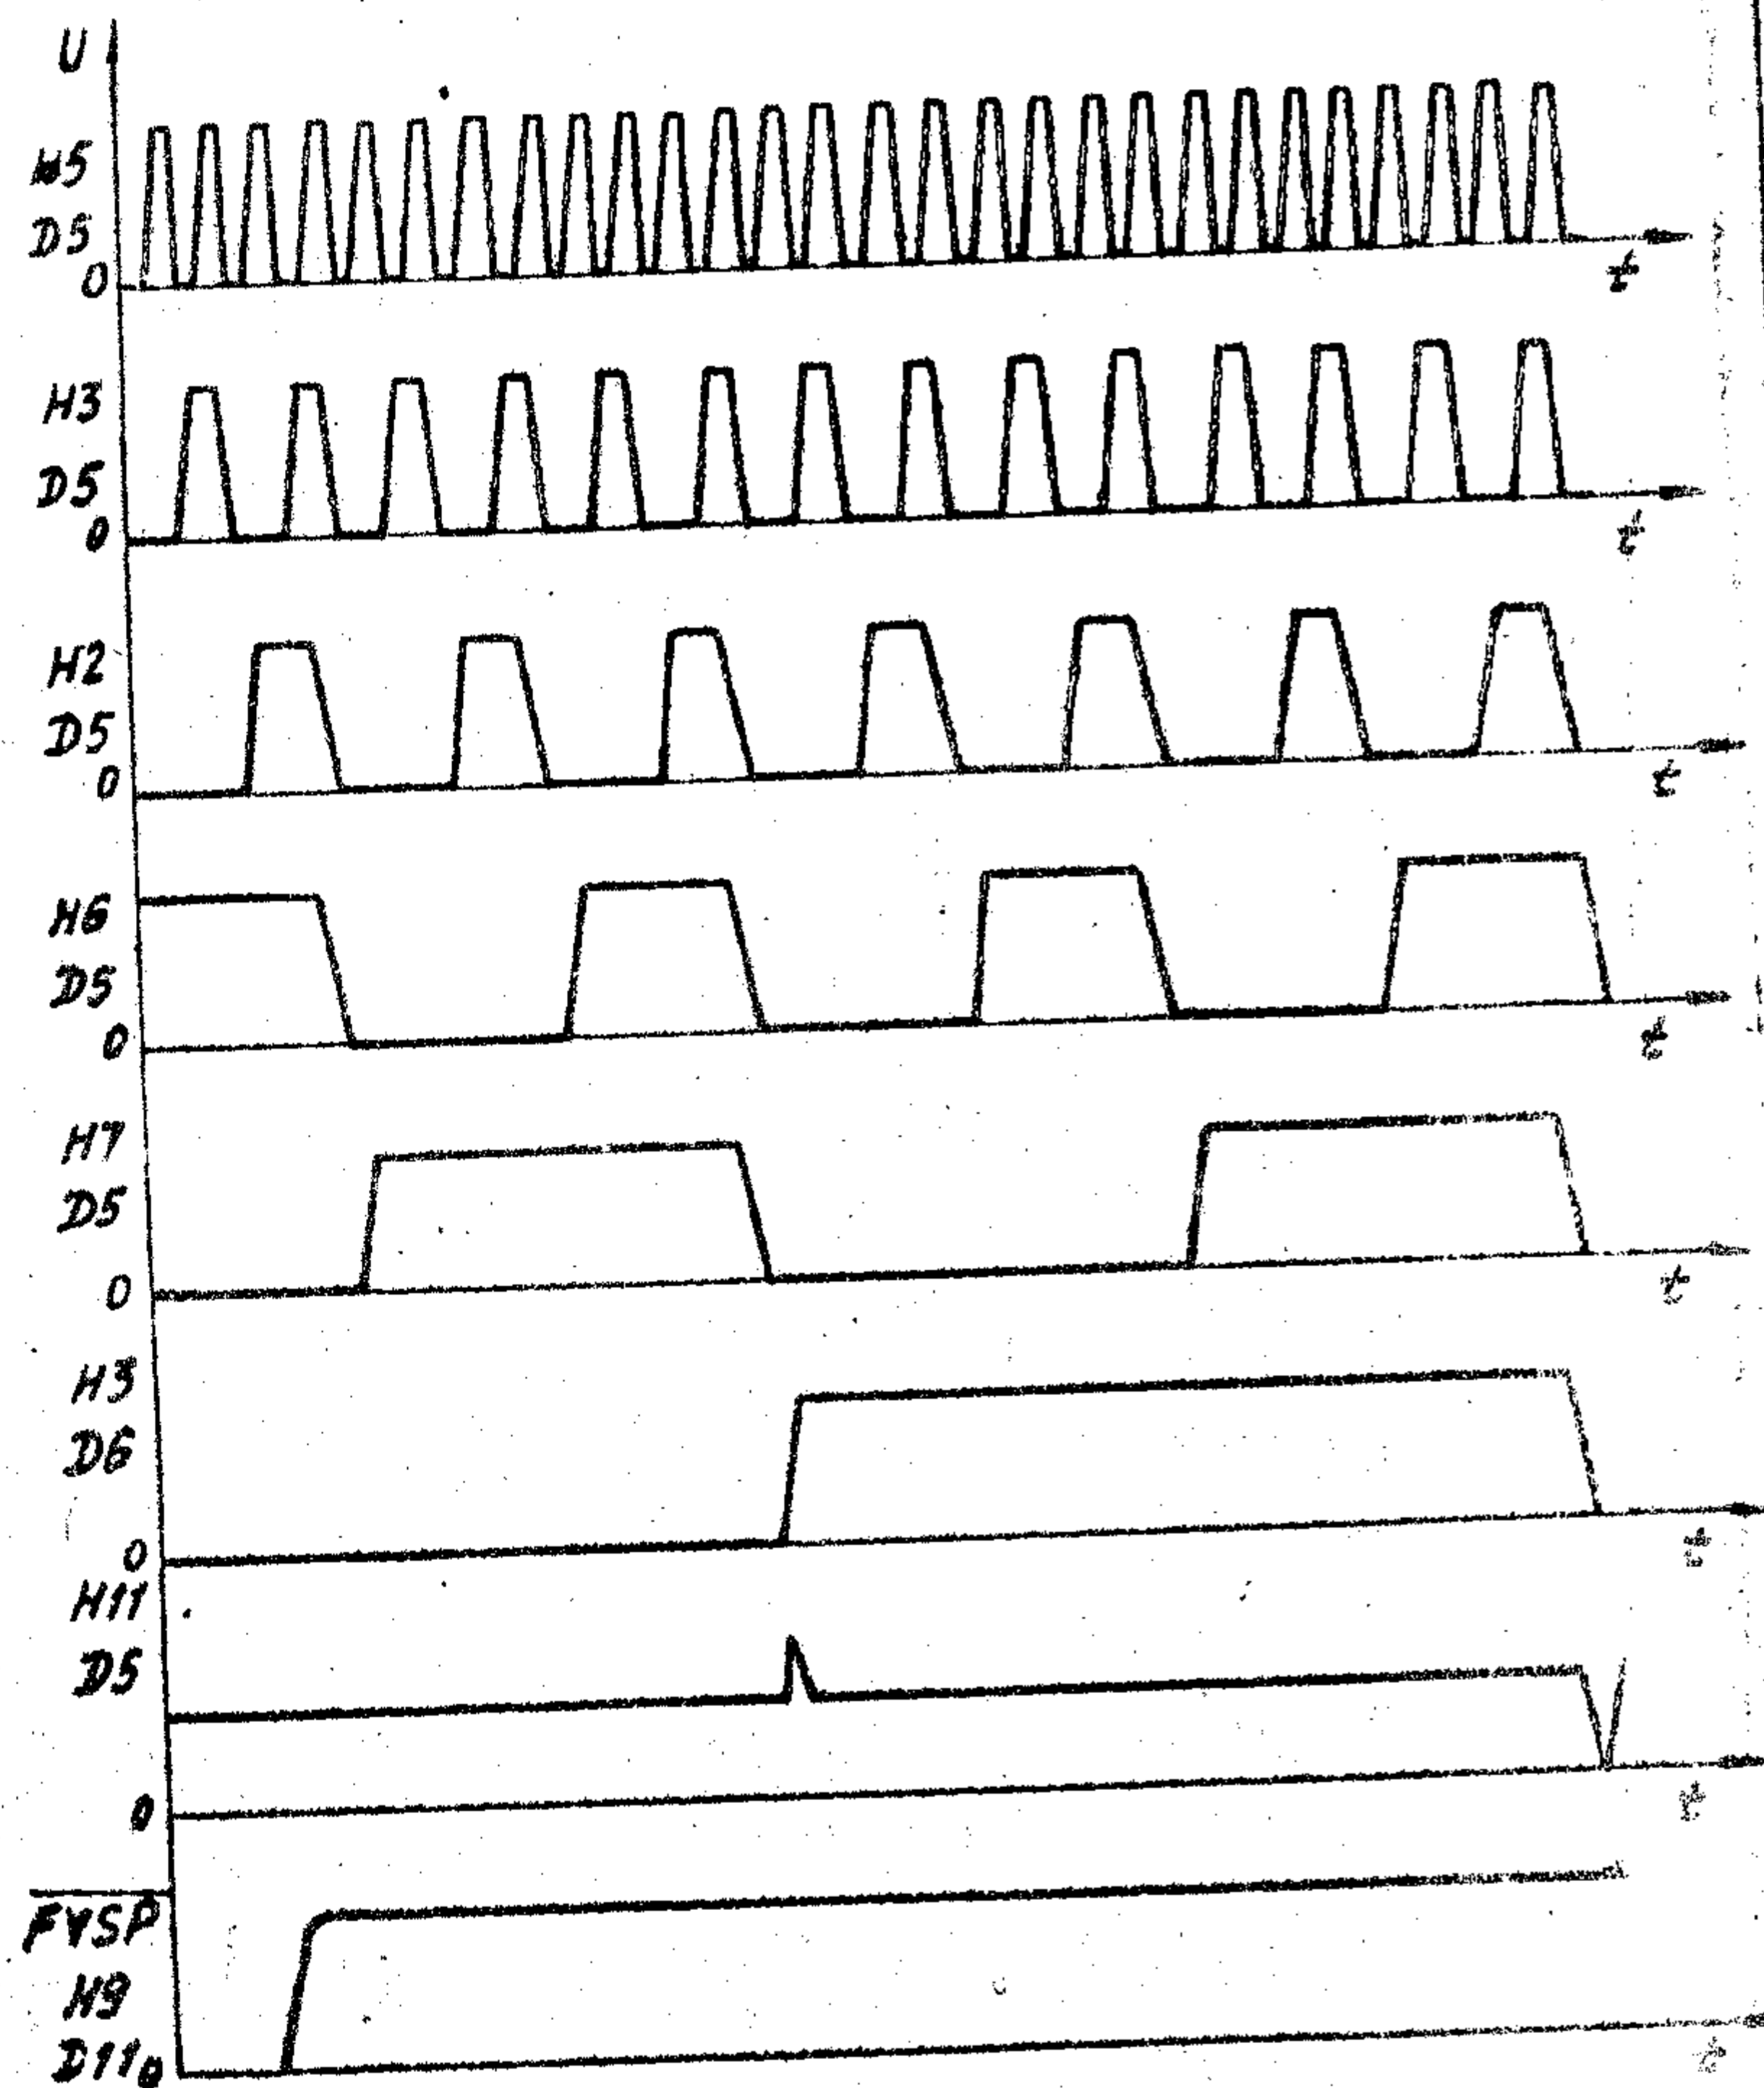

Рис. 6.5.
6.3.4. Счетчик строк символов организован на элементах *D6, D5*. Временные диаграммы, иллюстрирующие его работу, приведены на рис. 6.5. Из состояния $3I_{T0}$ счетчик *D6, D5* принудительно устанавливается в состояние 4. Состояния 4,5 соответствуют обратному коду кадров.